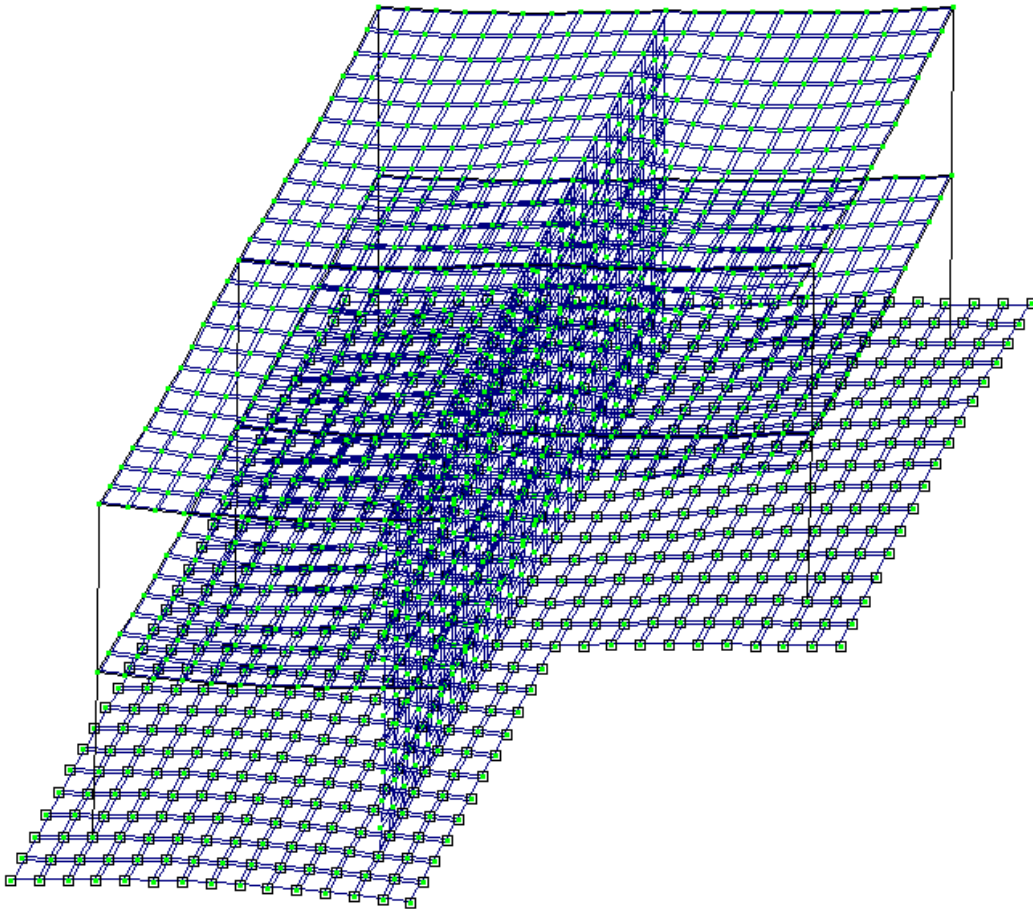

Рис. 11.23. Розрахункова схема з урахуванням переміщень вузлів
- В режимі перегляду результатів розрахунку за умовчанням розрахункова схема відображується з урахуванням переміщень вузлів (рис. 11.23).